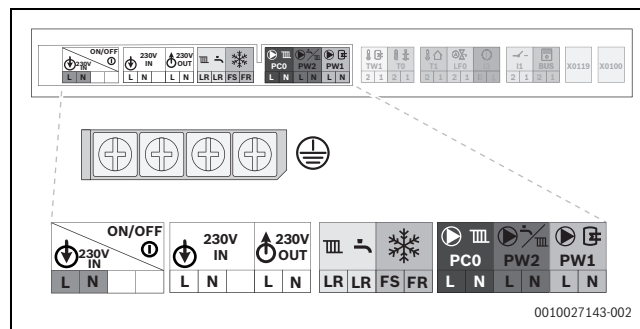

Fig. 109 Plaque de tension réseau : bornier
- Raccorder le câble au bornier des accessoires externes (→ figure 109 et figure 110).